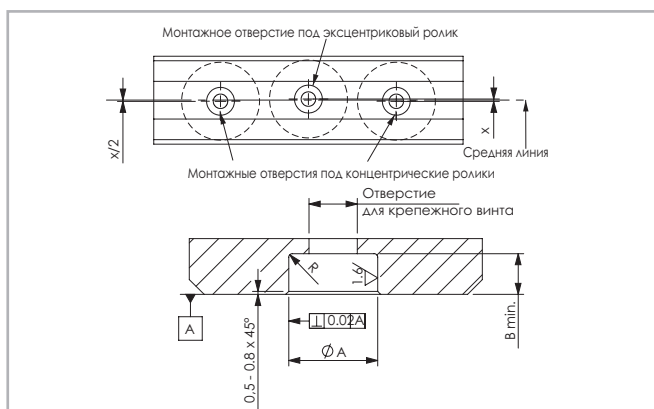

Рис. 155
- Использовать не более 2 роликов с концентрическими осями, пример расположения согласно рис. 155.
- Обеспечить монтажные допуски под установку роликов с осями согласно рис. 155 и табл. 76.